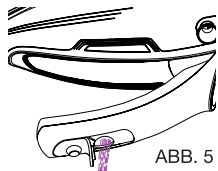

ABB. 5
- Leeren Sie den Wassertank nach jedem Gebrauch. Drehen Sie dazu das Bügeleisen um und schütteln Sie es vorsichtig, um alle Wasserreste aus dem Tank zu entfernen (siehe Abbildung 5).